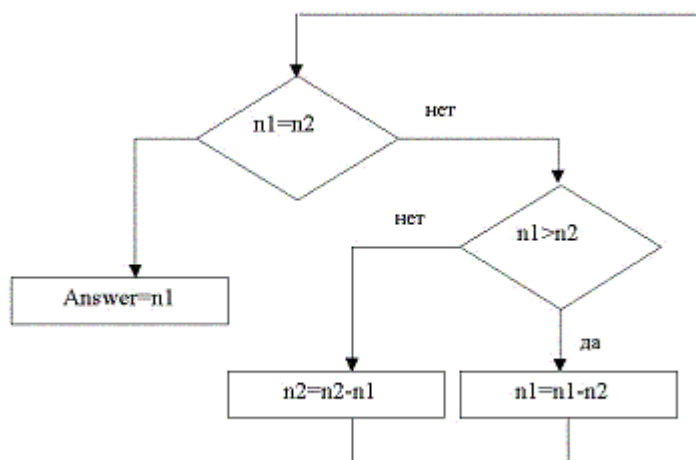

Рис.7.11. Алгоритм нахождения НОД
**Самостоятельно** реализуйте в виде **Simulink-Stateflow**-модели алгоритм по нахождению наибольшего общего делителя двух натуральных чисел, представленный в виде блок-схемы на Рис.7.11.